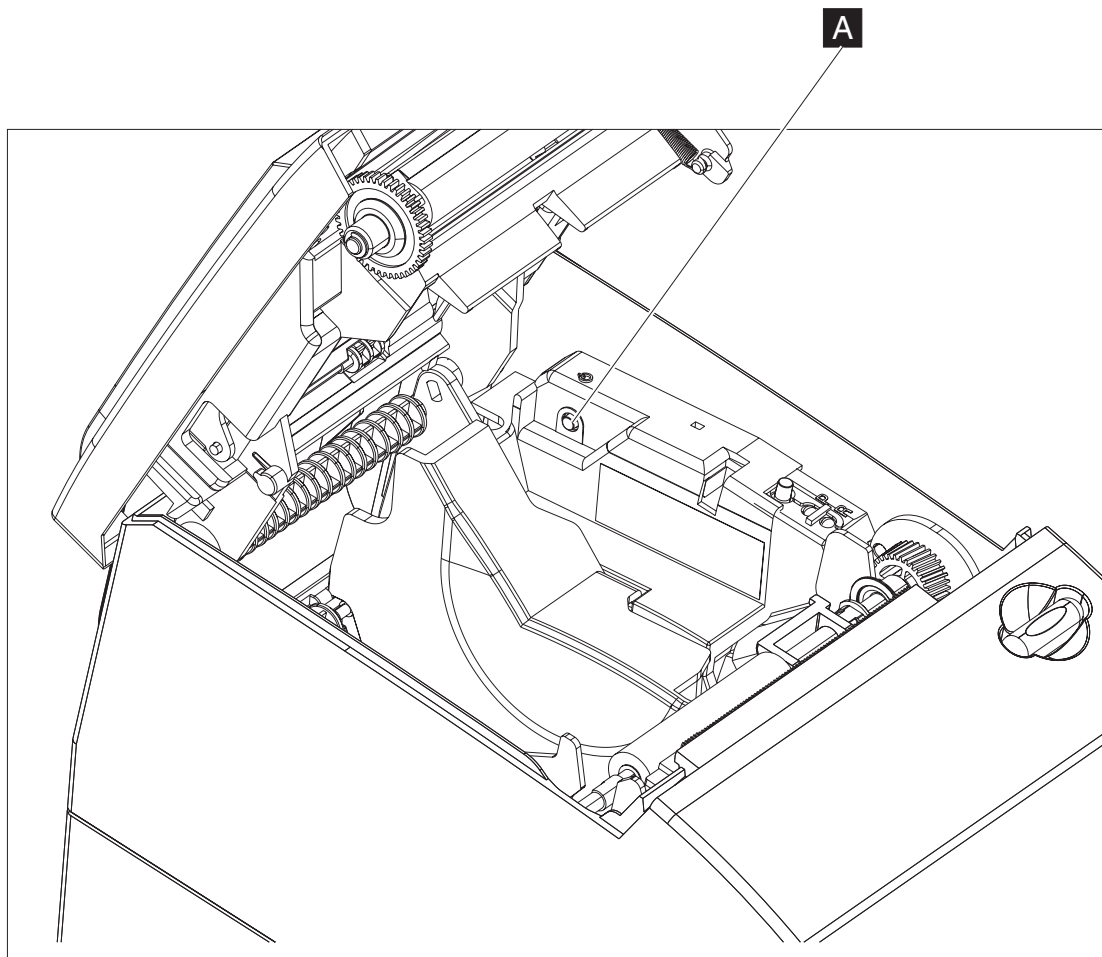

图 15. 脱机测试激活
- b. 按白色电源复位开关（图 15 中的 **A**）关闭然后重新开启打印机电源。